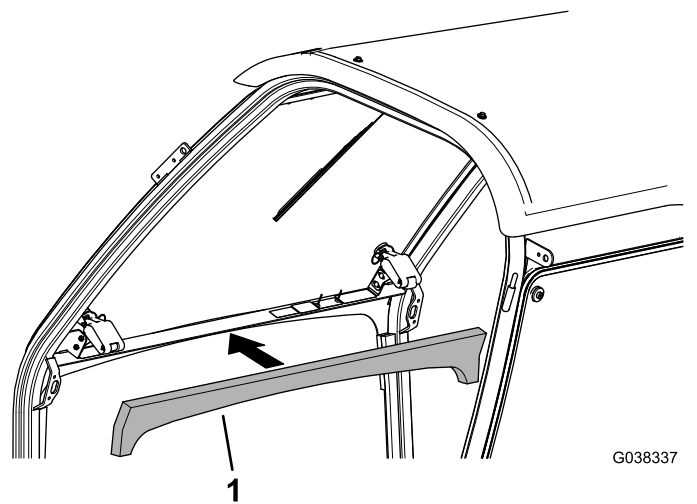

Figura 10
3. Montate la schiuma sintetica di tenuta anteriore se non è già montata (Figura 10).